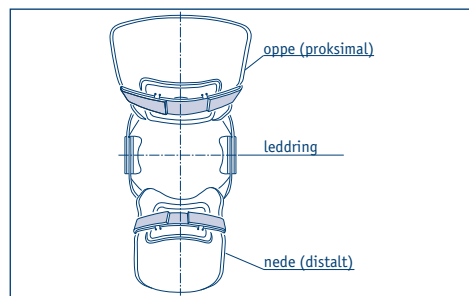

Fig. 3: Skuffeeffekt, fremad
- Ved hjelp av de to putene bak kneet (fig. 3) realiseres et 4-punktsystem, f.eks. ved instabilitet, fremre (skuffeeffekt).